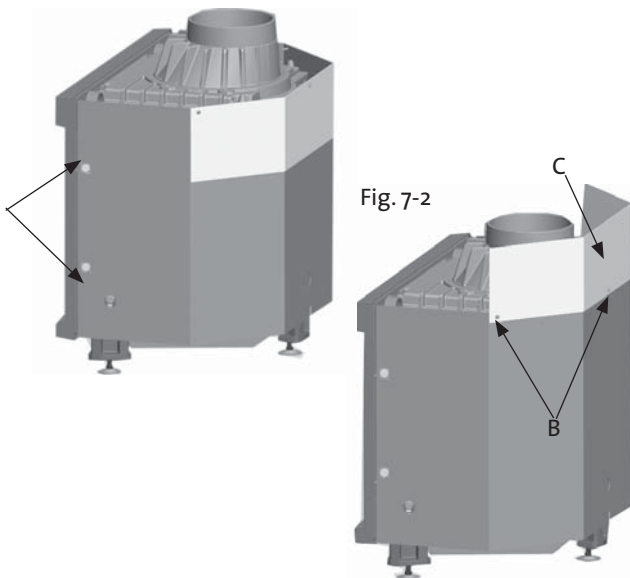

Fig. 8
3. Stel de lengte van de 3 poten af door de bout los te draaien (zie **Fig. 8**). Trek de poot omlaag naar positie «33» en draai de bout weer stevig aan.